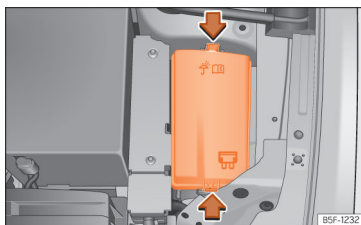

Fig. 221 En el vano motor: tapa de la caja de fusibles.
- Presione las pestañas de bloqueo para desbloquear la tapa de la caja de fusibles » » » **fig. 221**.